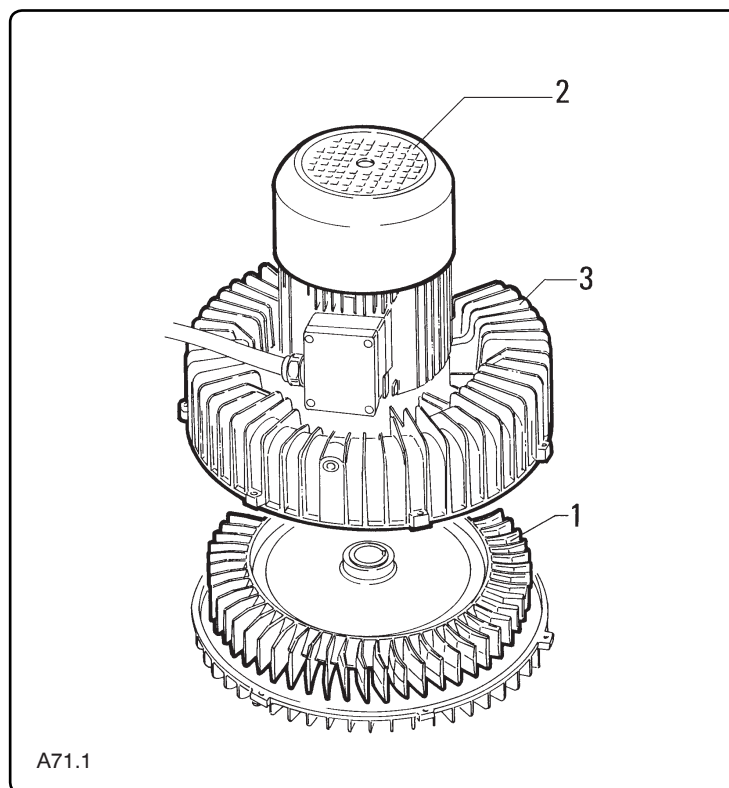

Fig. 8.5.9
8.5.8 - Verificare lo stato della ventola aspirante (fig.8.5.9)
8.5.8 - Checking the condition of the suction fan (fig. 8.5.9)
8.5.8 - Vérifier l'état du ventilateur aspirant (fig. 8.5.9)
8.5.8 - Prüfung des Zustands des Lüfterrades (Abb. 8.5.9)